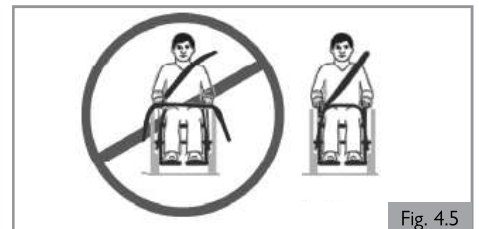

Fig. 4.5
20. Los cinturones de sujeción deben quedar ajustados en su punto más ceñido, siempre que resulte cómodo para el usuario y no dificulte la respiración (Fig. 4.5).